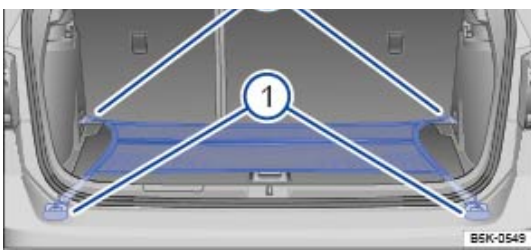

Fig. 103 Dans le coffre à bagages : filet à bagages accroché à plat.
- Si nécessaire, relevez les œillets d'arrimage avant → Fig. 103 @ .
- Accrochez les crochets du filet à bagages dans les œillets d'arrimage → Fig. 103 @ → . Pendant cette opération, la fermeture éclair du filet à bagages doit être tournée vers le haut.
- Accrochez les crochets du filet à bagages dans les œillets d'arrimage → Fig. 103 @ .